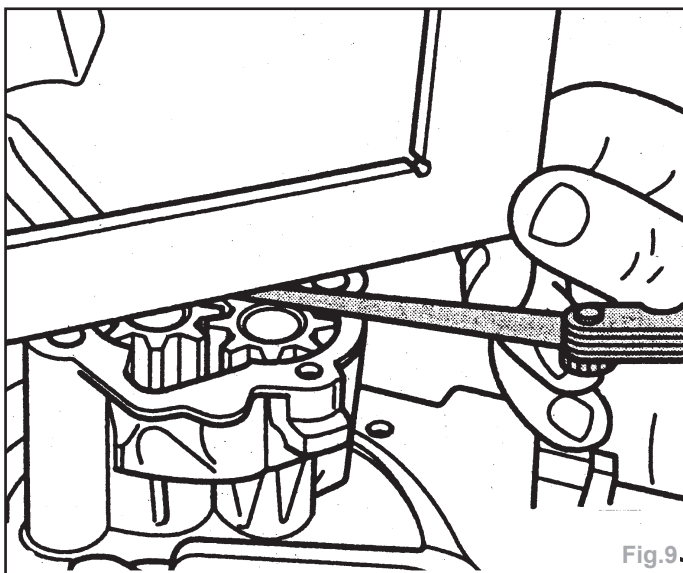

Fig.9
- Contrôle du jeu axial (Fig.9) :